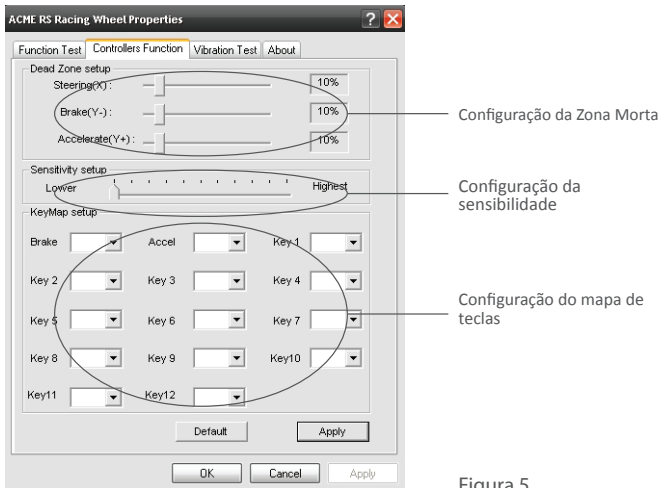

Figura 5
- Poderá configurar a zona morta original para a direção do volante (eixo X), aceleração (eixo Y), travões (eixo Y), conforme se descreve de seguida. (ver figura 5 “Configuração da Zona Morta”)
- A sensibilidade do volante poderá ser ajustada em diferentes graus, de baixo a elevado, e conforme se descreve de seguida. (ver figura 5 “Configuração da sensibilidade”)
- A aceleração, travão do volante e as teclas 1 a 12 são intercambiáveis (mapeamento das teclas). (ver figura 5 “Configuração do mapa de teclas”, conforme se segue).